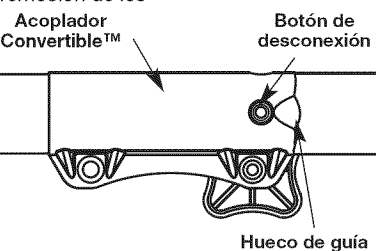
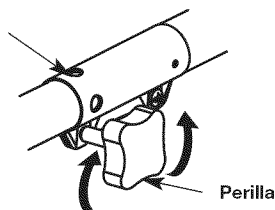

Fig. 2
Fig. 4
PRECAUCIÓN: Antes de operar esta unidad, cerciúrese de que el botón de liberación esté completamente encajado en el orificio principal (Fig. 2) y de que la perilla de ajuste (Fig. 4) esté firmemente apretada.
1. Gire la perilla en sentido antihorario para aflojarla (Fig. 4).
NOTA: La alineación del botón de desconexión con el hueco de guía facilitará la instalación (Fig. 2).
3. Gire la perilla en sentido horario para ajustarla (Fig. 4).
2. Opima y sostenga el botón de desconexión (Fig. 2).